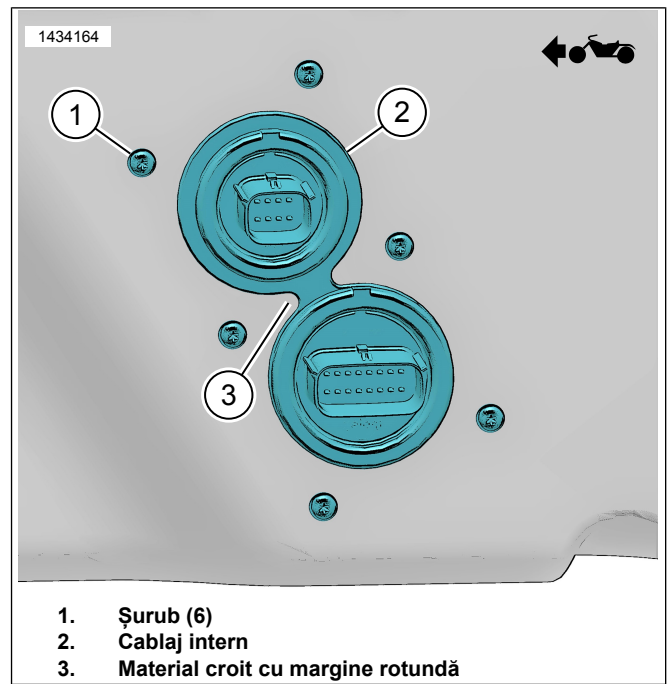

Figura 10. Cablaj interior
- d. A se vedea figura 10. Croiți materialul cu margine rotundă (3).
11. A se vedea figura 10. Montați cablajul intern (2).